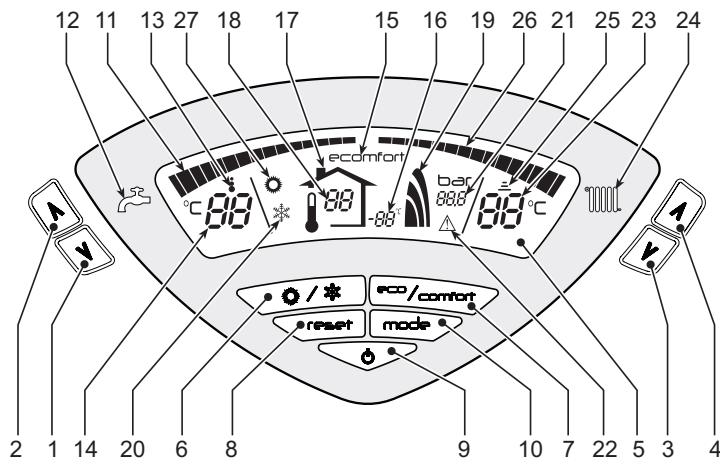
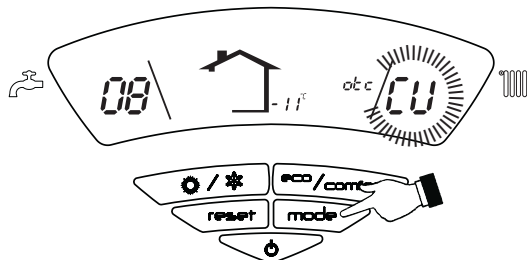

fig. 1 - Pannello di controllo
fig. 11 - Curva di compensazione
La richiesta riscaldamento (generata da Termostato Ambiente o Cronocomando Remoto) è indicata dal lampeggio del simbolo **Funzionamento Riscaldamento** (part. 25 - fig. 1).
Le tacche di graduazione riscaldamento (part. 26 - fig. 1), si accendono man mano che la temperatura del sensore riscaldamento raggiunge il valore impostato.
La richiesta sanitario (generata dal prelievo d'acqua calda sanitaria) è indicata dal lampeggio del simbolo **Funzionamento Sanitario** (part. 13 - fig. 1). Accertarsi che sia attiva la funzione Comfort (part. 15 - fig. 1)
Le tacche di graduazione sanitario (part. 11 - fig. 1), si accendono man mano che la temperatura del sensore sanitario raggiunge il valore impostato.
Quando il riscaldamento del bollitore è attivo (impostazione di default), sul display è attivo il simbolo COMFORT (part. 15 - fig. 1), mentre quando è disinserito, sul display è attivo il simbolo ECO (part. 15 - fig. 1)
Il bollitore può essere disattivato dall'utente (modalità ECO) premendo il tasto eco/comfort (part. 7 - fig. 1). Per attivare la modalità COMFORT premere nuovamente il tasto eco/comfort (part. 7 - fig. 1).
Premere il tasto **on/off** (part. 9 - fig. 1) per 1 secondo.
Per riaccendere la caldaia, premere nuovamente il tasto **on/off** (part. 9 fig. 1) per 1 secondo.
- Premere il tasto ON/OFF (9 - fig. 1)
Premere il tasto **estate/inverno** (part. 6 - fig. 1) per 1 secondo.
Il display attiva il simbolo Estate (part. 27 - fig. 1): la caldaia erogherà solo acqua sanitaria. Rimane attivo il sistema antigelo.
Per disattivare la modalità Estate, premere nuovamente il tasto **estate/inverno** (part. 6 - fig. 1) per 1 secondo.
Agire sui **tasti riscaldamento** (part. 3 e 4 - fig. 1) per variare la temperatura da un minimo di 30 °C ad un massimo di 80°C.
Agire sui **tasti sanitario** (part. 1 e 2 - fig. 1) per variare la temperatura da un minimo di 10°C ad un massimo di 65°C.
Quando viene installata la sonda esterna (opzionale) sul display del pannello comandi (part. 5 - fig. 1) è visualizzata l'attuale temperatura esterna rilevata dalla sonda esterna stessa. Il sistema di regolazione caldaia lavora con "Temperatura Scorrevole". In questa modalità, la temperatura dell'impianto di riscaldamento viene regolata a seconda delle condizioni climatiche esterne, in modo da garantire un elevato comfort e risparmio energetico durante tutto il periodo dell'anno. In particolare, all'aumentare della temperatura esterna viene diminuita la temperatura di mandata impianto, a seconda di una determinata "curva di compensazione".
Con regolazione a Temperatura Scorrevole, la temperatura impostata attraverso i **tasti riscaldamento** (part. 3 e 4 - fig. 1) diviene la massima temperatura di mandata impianto. Si consiglia di impostare al valore massimo per permettere al sistema di regolare in tutto il campo utile di funzionamento.
Premendo una volta il tasto **mode** (part. 10 - fig. 1) viene visualizzata l'attuale curva di compensazione (fig. 11) ed è possibile modificarla con i **tasti sanitario** (part. 1 e 2 - fig. 1).